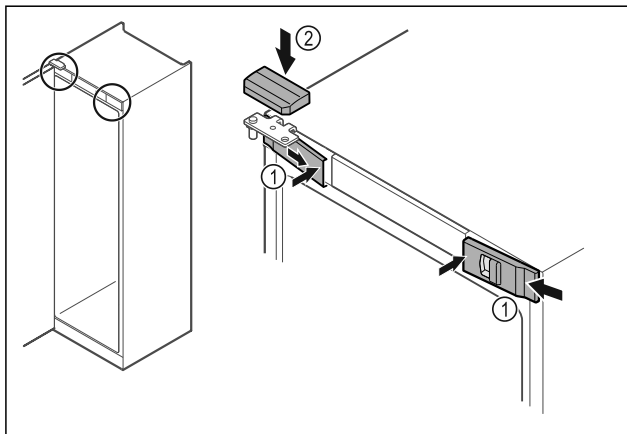

Fig. 36
- ▶ Vordere Abdeckungen Fig. 36 (1) seitlich einhaken und innen aufrasten.
- ▶ Obere Abdeckung Fig. 36 (2) von oben aufrasten.